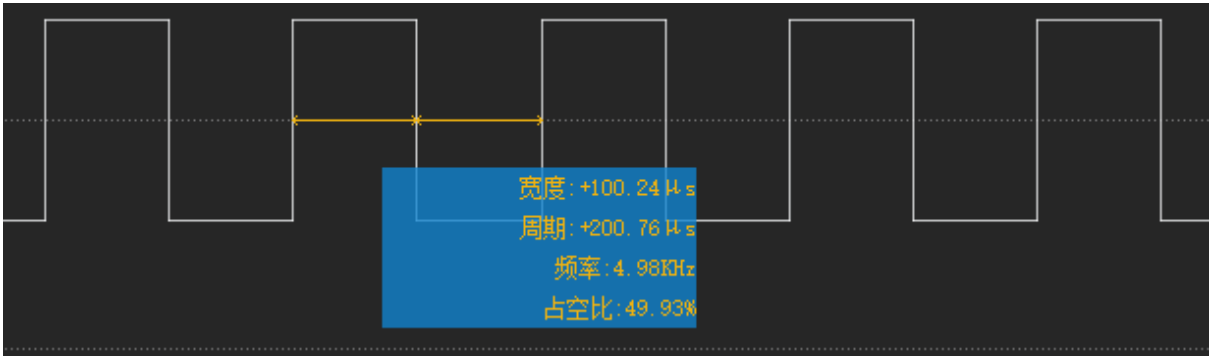
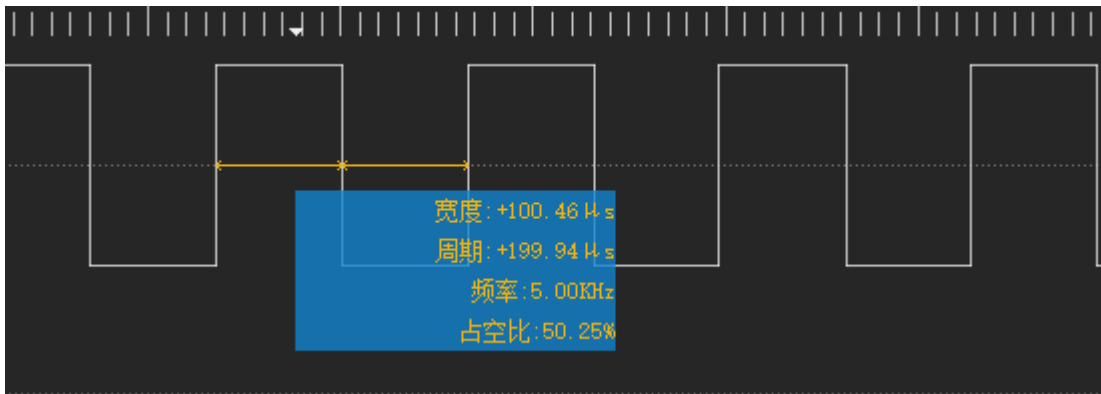

图 3.2.1 定时输出
图 3.3.1 PWM 输出
3. 通过示波器或逻辑分析仪查看输出波形。如上图 3.2.1、图 3.3.1 所示